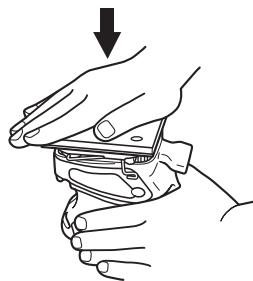

Fig. 12
- (2) Fije bien el papel de lija (tipo velcro) presionándolo con fuerza con la palma de la mano. (Fig. 12)